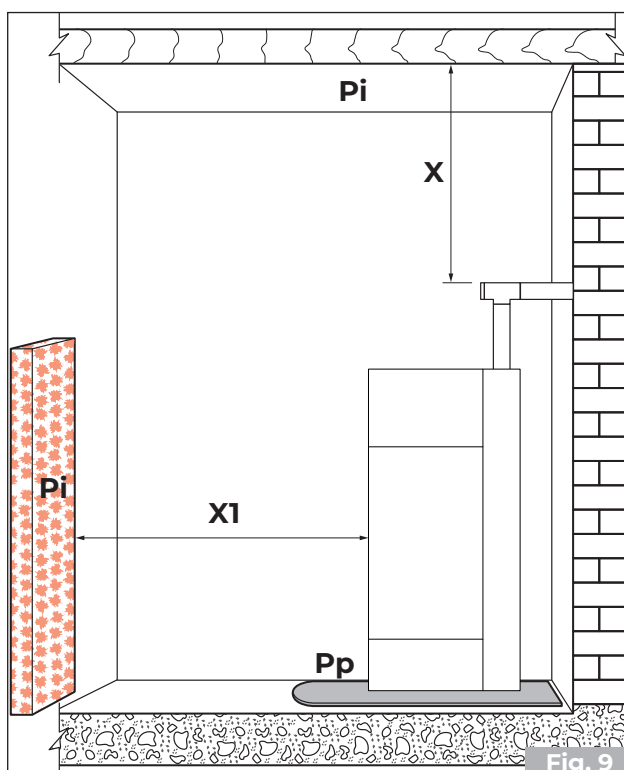
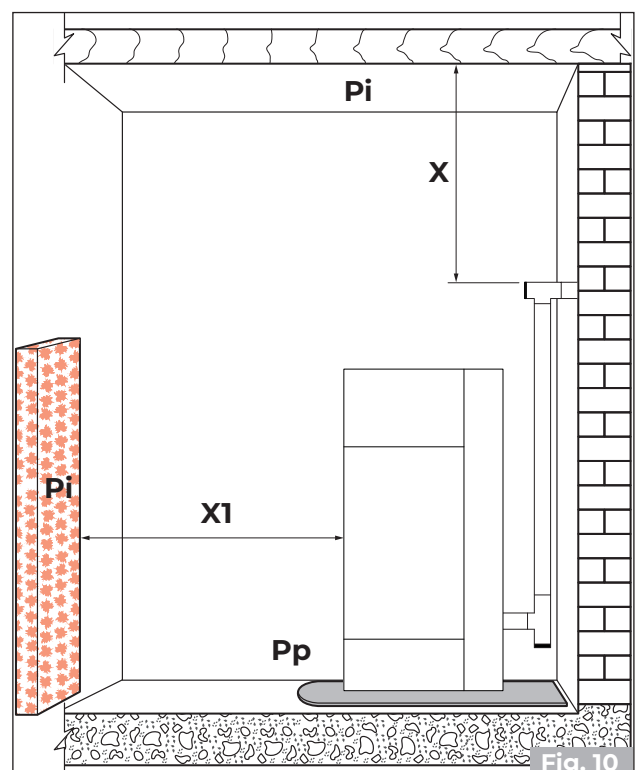

Fig. 9
Fig. 10
Nous rappelons qu'il est important de respecter la distance minimum des matériaux inflammables (X) indiquée sur la plaque d'identification des tubes utilisés pour réaliser la cheminée («**Fig. 9**» «**Fig. 10**»).